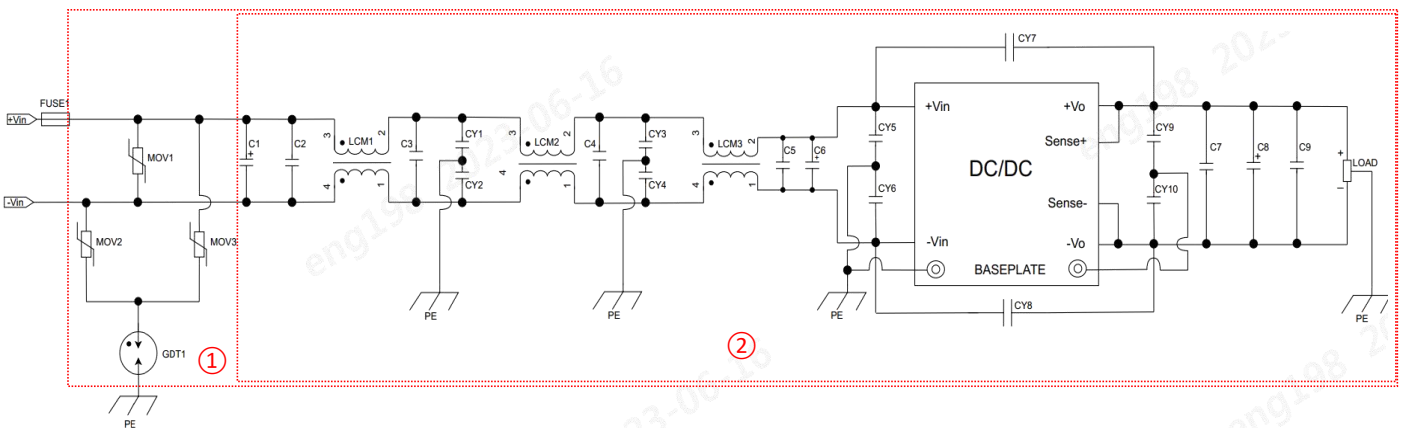

图 8
GJB151B CE102 (推荐电路见图 8-②)
辐射骚扰	CISPR32/EN55032 CLASS A (推荐电路见图 8-②)